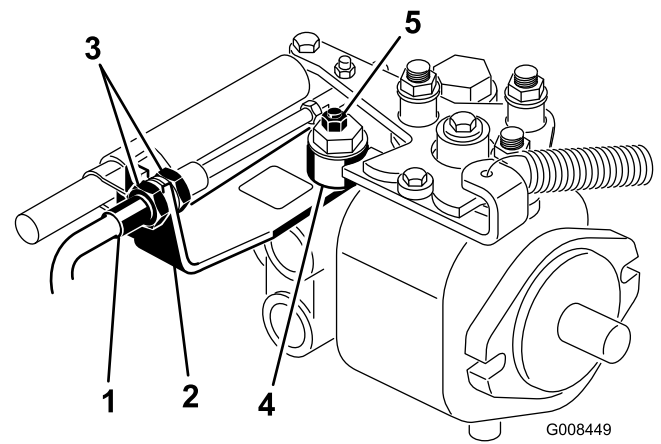

Bild 49
- A. Lösen Sie beide Klemmmuttern, mit denen der Fahrtriabs-Bowdenzug an der Trennwand am Hydrostat befestigt ist (Bild 49). Achten Sie darauf, dass die Klemmmuttern gleichmäßig gelockert sind und eine ausreichende Einstellung ermöglichen.
- B. Lösen Sie die Mutter, mit der der Exzenter oben am Hydrostat befestigt ist (Bild 49).
- D. Drehen Sie den Exzenter, bis kein Kriechen in jeder Richtung auftritt. Ziehen Sie die Schraube fest, wenn sich das Rad nicht mehr dreht, um den Exzenter und die Einstellung zu arretieren (Bild 49). Überprüfen Sie die Einstellung mit dem Gasbedienungshebel auf „Langsam“ und auf „Schnell“.
- E. Ziehen Sie die Sicherungsmuttern, mit denen der Bowdenzug an der Trennwand befestigt ist, **gleichmäßig** von der Innenseite der Trennwand fest (Bild 49). Verdrehen Sie nicht den Bowdenzug.